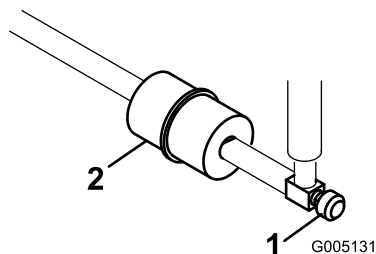

Figura 49
Nei tubi di alimentazione, tra il serbatoio del carburante ed il carburatore, è incorporato un filtro in linea (Figura 49). Sostituire il filtro ogni 800 ore o prima, qualora il flusso del carburante fosse ostacolato. Verificate che la freccia sul filtro sia diretta lontano dal serbatoio del carburante.
1. Chiudete la valvola di intercettazione del carburante, allentate la fascetta stringitubo dal lato carburatore e rimuovete il tubo di alimentazione dal filtro (Figura 49).
2. Collocate una bacinella di spurgo sotto il filtro, allentate la restate fascetta stringitubo e rimuovete il filtro (Figura 49).